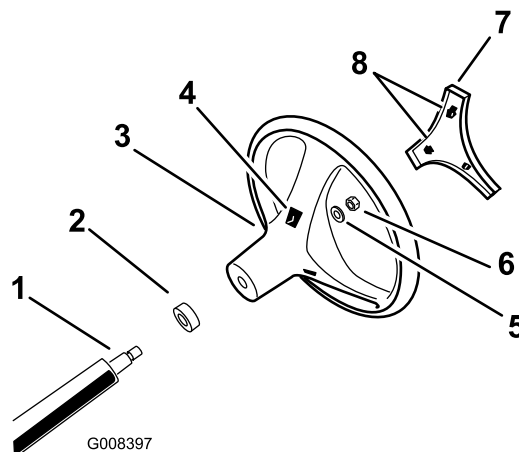

Рисунок 3
4. Закрепите рулевое колесо на валу контргайкой и затяните ее с моментом 24-29 Н·м, как показано на Рисунок 3.
5. Совместите выступы крышки с пазами в рулевом колесе и защелкните крышку на ступице рулевого колеса (Рисунок 3).